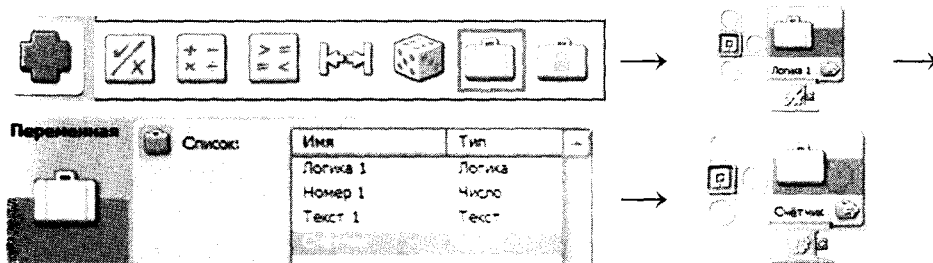

Рис. 196. Блок **Переменная**, настройки блока
1. Поместите блок **Переменная** в программу и выберите имя переменной из списка (рис. 196).